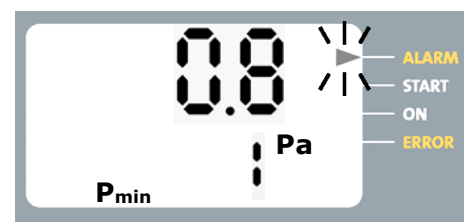

Abb. 14: Alarmzustand mit automatischem Reset
2. Dauert eine Druckunterschreitung länger als die Glättungszeit  $T_v$ , geht der DS 01 L in den Alarmzustand (Abb. 14), der Pfeil blinkt bei ALARM.